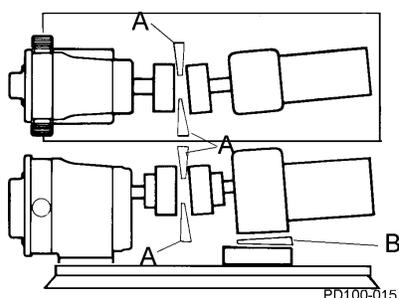

Figure 23 - Vérification de l'alignement angulaire
1. En utilisant des jauges d'épaisseur ou des cales obliques (Figure 23, éléments A et B), vérifiez l'alignement en quatre points de l'accouplement en respectant un angle de 90° ; **ajustez-le pour obtenir la même dimension à tous les points mesurés.**